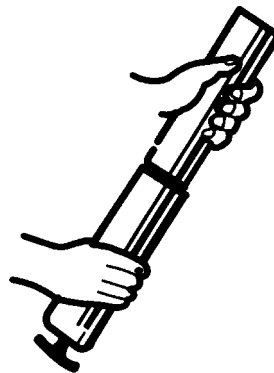

Figura 1:
1. Carga con cartucho (Figura 1):